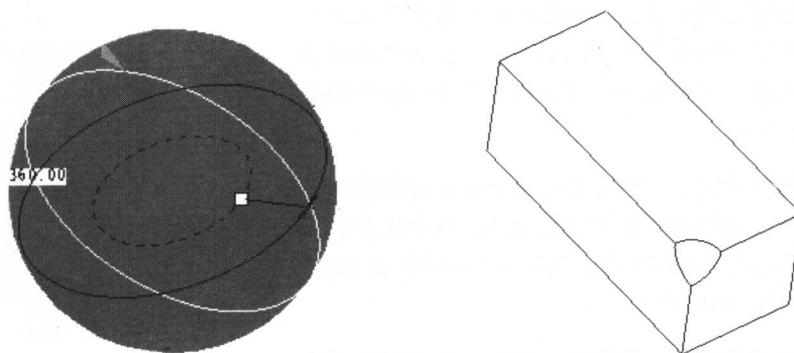

图 1-6 旋转类特征效果图
(2) 旋转类特征：旋转类特征是指系统通过用户草绘的旋转界面和旋转轴，再根据给定的旋转角度，自动生成一个旋转伸出项或者一个旋转切除特征。旋转类特征在 Pro/E 中的造型效果如图 1-6 所示。